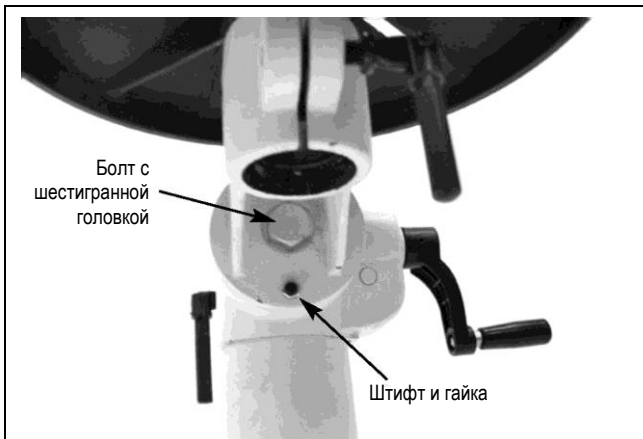

Рис. 23 — Наклон рабочей столешницы
- После регулировок надежно закрепите столешницу. (См. рис. 23, стр. 10).